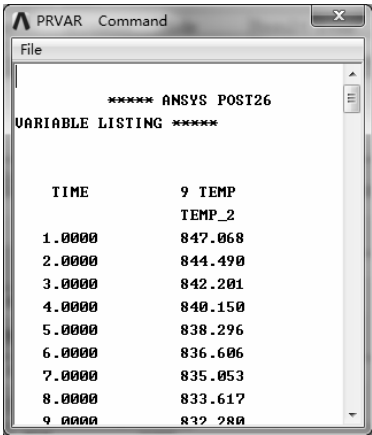

图 5-41 温度随时间变化数据
- 2) 在“Variable List”列表中选择要显示的变量（如 TEMP_2），单击按钮，即可弹出窗口显示变量数据，如图 5-41 所示。